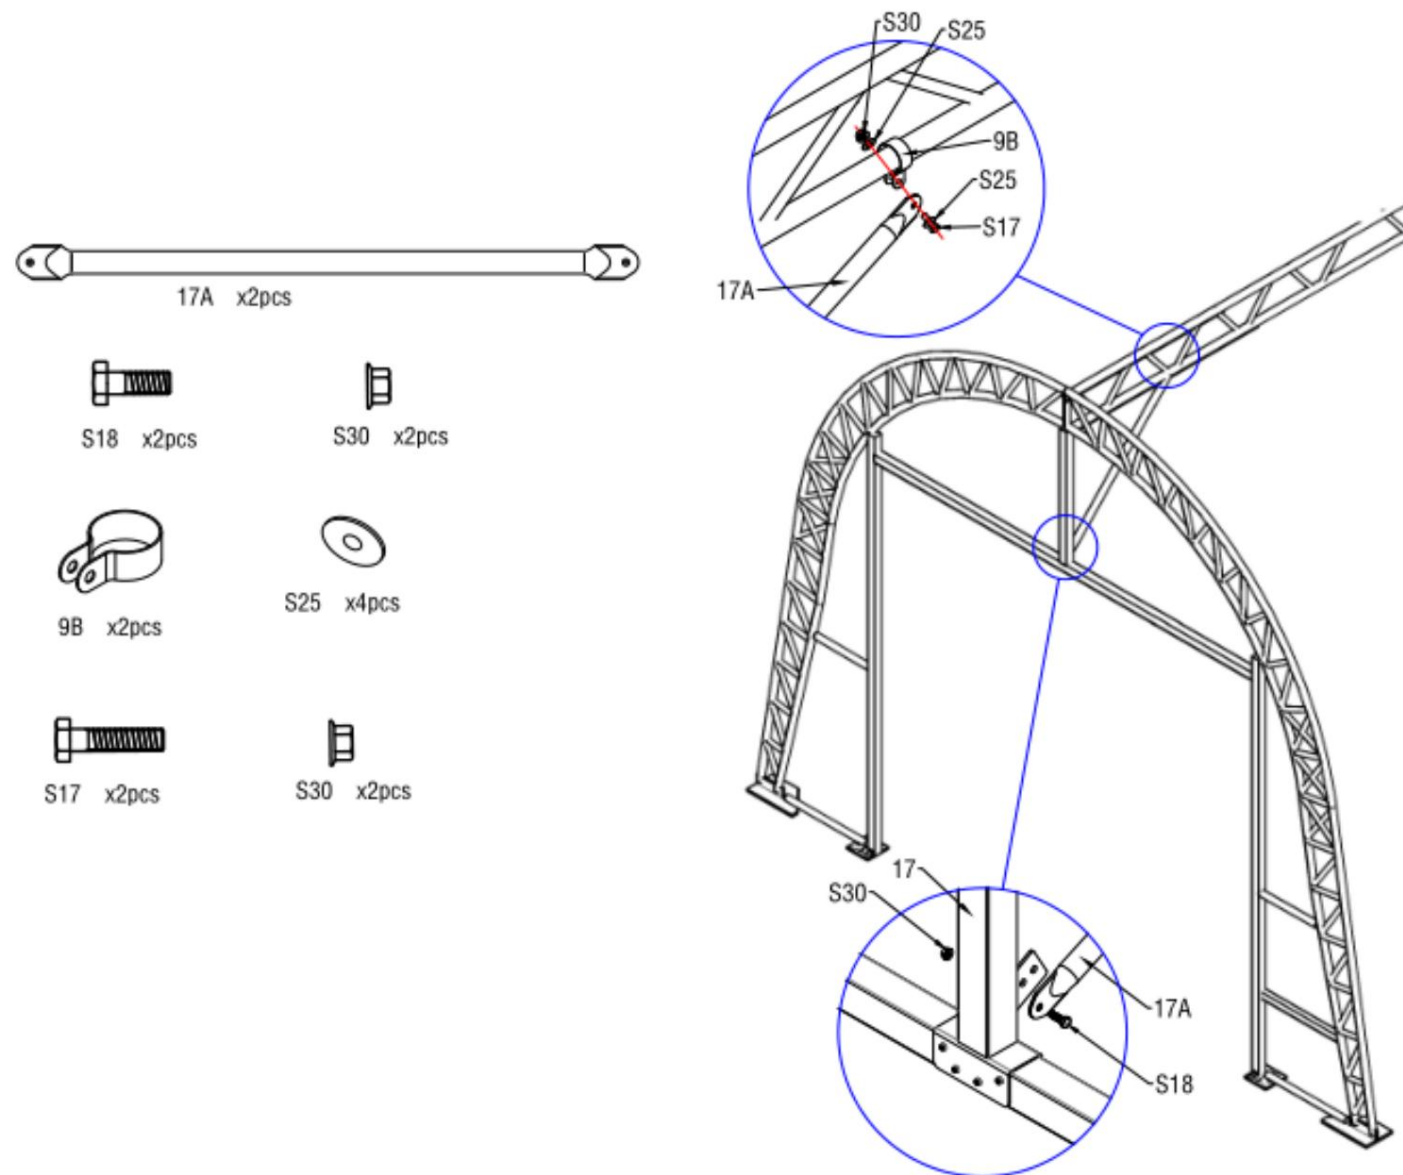

Figure 14
2. Fixez les clips (n° 9B) sur les pannes à double ferme (n° 7) et installez le tube de support diagonal pour poutre de porte (n° 17A) sur les clips comme illustré à la figure 14. Veuillez connecter le tube de support diagonal pour poutre de porte (n° 17A) entre le cadre de porte et les pannes à double ferme (n° 7) à l'aide de vis M10x30 (n° S18) et M10x50 (n° S17) avec une rondelle plate M10 (n° 25).